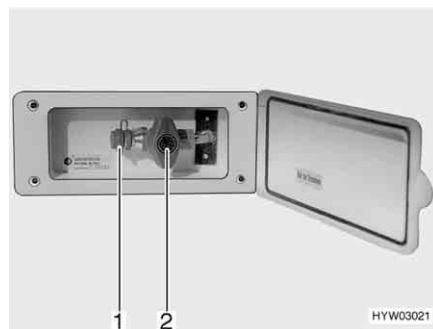

Fig. 94 Presa gas esterna, rubinetto di arresto del gas chiuso
La presa gas esterna (Fig. 94) si trova, a seconda del modello, nella parte posteriore o sul lato destro o sinistro del veicolo.
- Collegare l'apparecchio a gas esterno all'attacco (Fig. 94,1).
- Aprire il rubinetto di arresto del gas (Fig. 94,2).